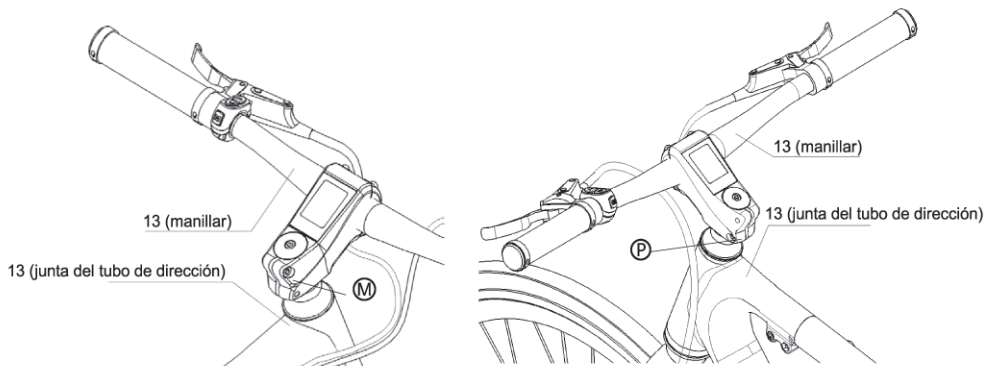

Figura 52-2.
b. Apriete repetidamente los dos tornillos:  $\text{M} \rightarrow \text{P}$  de la pieza 13 con una llave Allen de 5 mm, como se muestra en la Figura 52-2. Basado en la experiencia, se requieren al menos 5 ciclos.